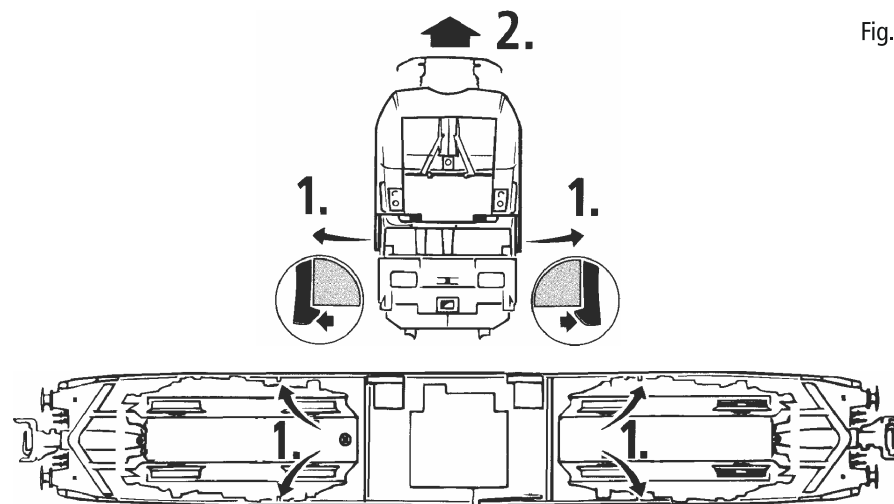

Fig.4
1. Reinigung der Radstromkontakte: Radstromkontakte können auf unsauberen Schienen leicht verschmutzen. Entfernen Sie **vorsichtig** mit einem kleinen Pinsel **den Schmutz** an den in Fig. 4 gekennzeichneten Stellen. Dazu zuerst den Getriebedeckel abnehmen (Fig. 8).
1. Nettoyage des lames de courant aux roues: Les lames de contacts risquent de s'encrasser rapidement sur des voies poussiéreuses. Veuillez **enlever la poussière** aux endroits marqués à la fig. 4 à l'aide d'un petit pinceau souple. A ces fins démontez d'abord le bogie (fig. 8).
2. Graissage: N'appliquez **qu'une tout petite goutte** aux endroits indiqués par le plan de graissage (fig. 6) après avoir démonté la caisse de la locomotive (fig. 4). Nous vous recommandons **le graisseur à huile Roco réf. 10906**. Pour graisser les engrenages (roues dentées, vis sans fin) nous vous conseillons la **graisse spéciale Roco réf. 10905** pour engrenages en matières synthétiques. Lorsque vous utilisez cette graisse il faut éviter d'huiler ces composants.
1. Cleaning of wheel contacts: Wheel contacts easily get dirty on tracks which are not entirely clean. Use a small brush to **remove dirt** from spots marked in fig. 4. Prior to cleaning the contacts dismantle the bogie (fig. 8).
Fig.4 a